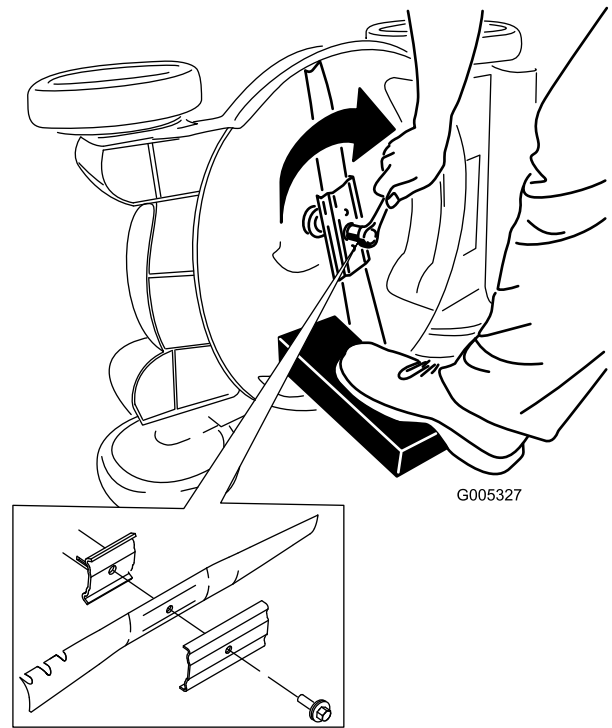

Bild 41
5. Setzen Sie das neue Messer und alle Schrauben auf (Bild 41).